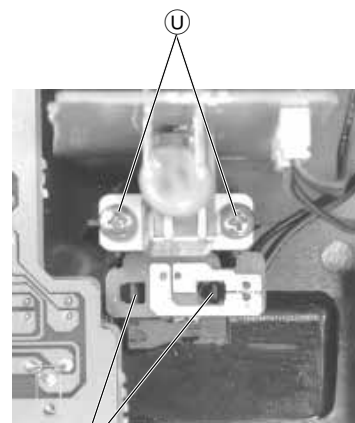

Fig. 15
- 2 Schrauben  (Fig. 15) herausschrauben und Netzschalterplatte abnehmen.
- 2 Rastnasen  (Fig. 15) ausrasten und Power-LED-Platte abnehmen.
- Undo 2 screws  (Fig. 15) and take out the Power Switch Board.
- Disengage 2 locking lugs  (Fig. 15) and take out the Power LED Board.